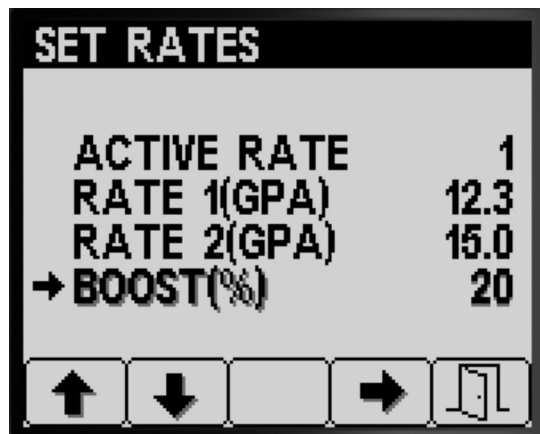

Figura 8
1. Apăsai butonul 1 sau 2 pentru a naviga la opțiunea pentru procentul ratei de boost (amplificare) (Figura 8).